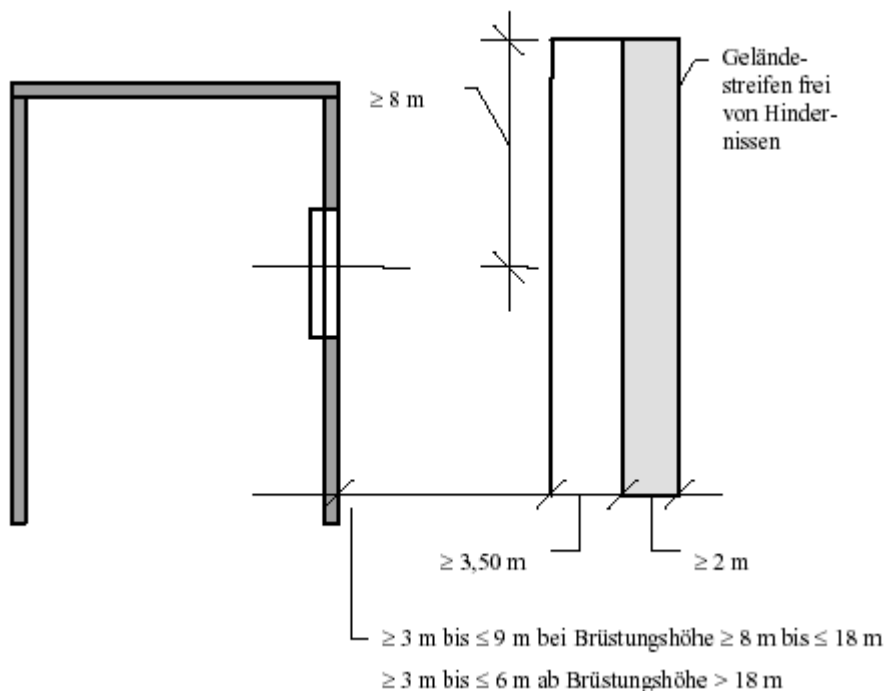

Bild 2
9. Aufstellflächen entlang von Außenwänden (Bild 2)